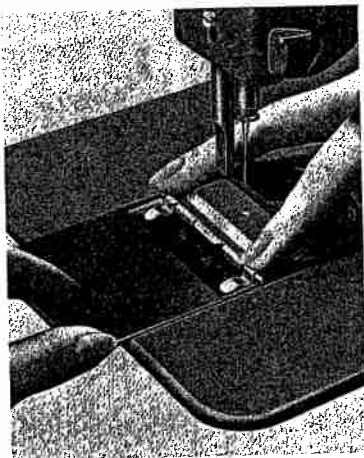

Fig. 31
2. Überdeck-Stichplatte einhängen (Fig. 30), einschwenken und mit dem Grundplattenschieber festhalten (Fig. 31).
2. Slip the prong of the cover plate into the hole of the needle plate (Fig. 30), turn it over and secure it in position with the bed slide (Fig. 31).
2. Mettre en place la plaque de recouvrement (fig. 30) et la bloquer par la glissière de plateau (fig. 31).
2. Enganche la plaquita (fig. 30), presiónela sobre la placa de aguja y asegúrela con la corredera de la placa base (fig. 31).